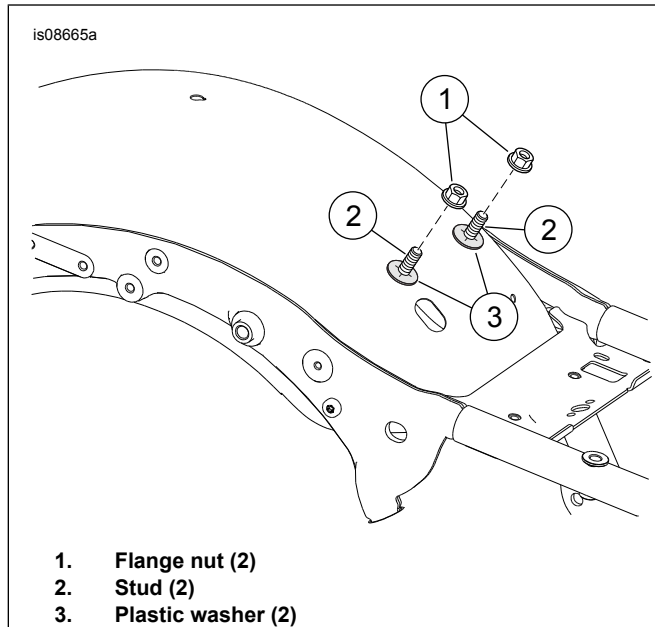

Figure 2. Pang-mount na Hardware
3. Tingnan ang Figure 2 . Alisin ang mga nut (1). Iwanan ang mga washer (3) at stud (2) sa puwesto.